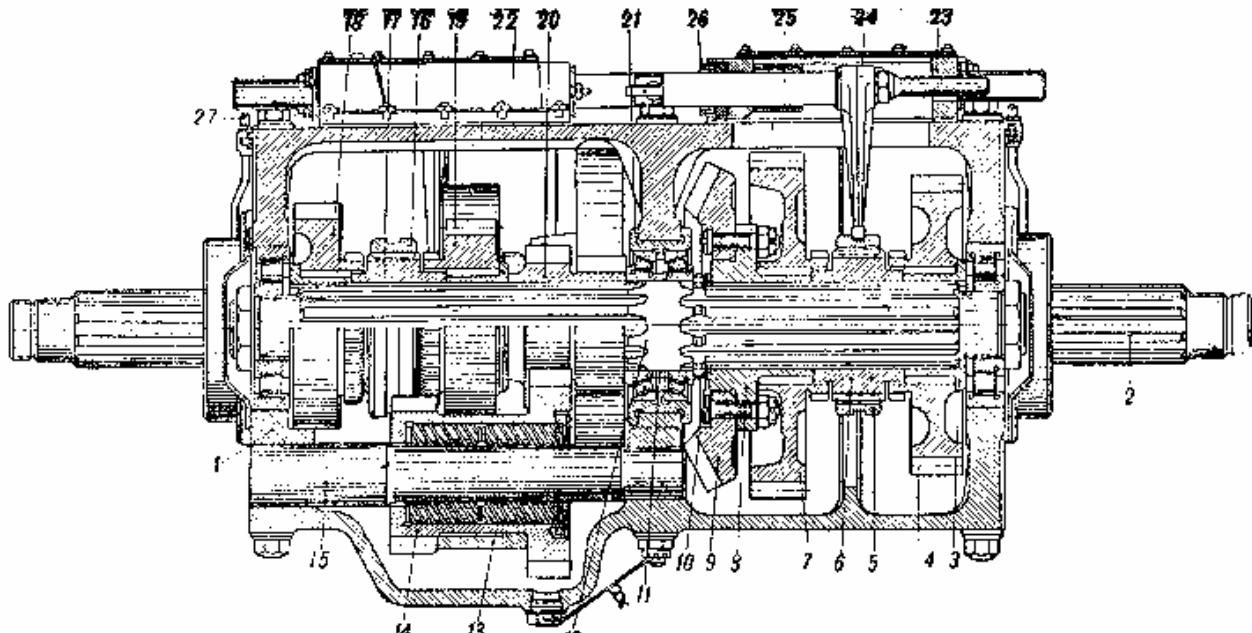

Рис. 99. Коробка перемены передач (в разрезе по промежуточному валу и оси заднего хода):
Между торцом ступицы ведомой конической шестерни и гребешком вала имеются регулировочные прокладки 10 (ом. рис. 99) подбором толщины которых регулируют зазор между зубьями конической пары шестерён.
Блочную шестерню 14 (см. рис. 99) устанавливают на оси 15 в нижней половине картера на двух роликоподшипниках с витыми роликами. В этих роликоподшипниках беговыми дорожками служат шлифованные поверхности оси и внутренней полости ступицы шестерни.
Для ограничения осевых смещений каретки заднего хода устанавливают между её зубчатыми венцами планку 13 (см. рис. 99), изогнутую посередине. Платку крепят шпильками к картеру.
Переход на 2, 3, 4 и 5-ю передачи осуществляется включением подвижных муфт (кареток) 5 и 16 (см. рис. 99) к соответствующим шестерням выбираемых передач.
- 1) Установить на ступицу 8 (см. рис. 99) ведомую коническую шестерню 9, подогнав плоскость прилегания шестерни к ступице по краске; поставить призонные болты, плотно затянуть гайки и зашплинтовать.